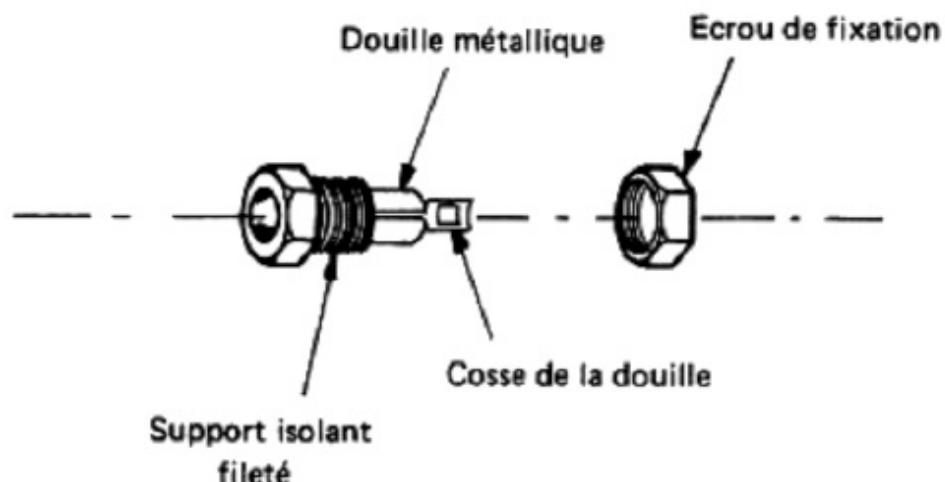

Figure 5
La figure 5 représente l'une d'elles. Comme vous pouvez le constater, elle est simplement constituée d'un support isolant fileté, sur lequel est sertie une douille métallique se terminant par une cosse, et d'un écrou de fixation.
**PRENEZ** une douille isolée noire, du même type que celle représentée sur la figure 5, et **DEVISSEZ** son écrou de fixation.
**PRENEZ** une douille isolée jaune, du même type que celle représentée sur la figure 5, et **DEVISSEZ** son écrou de fixation.